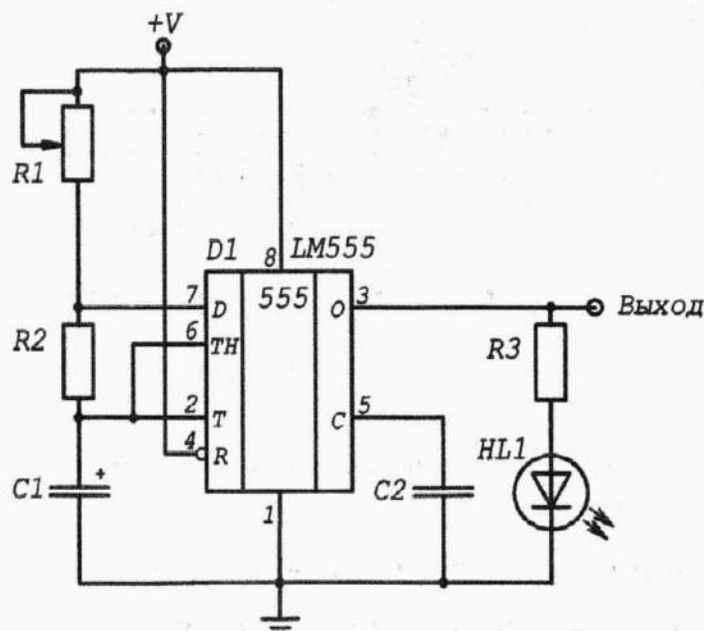
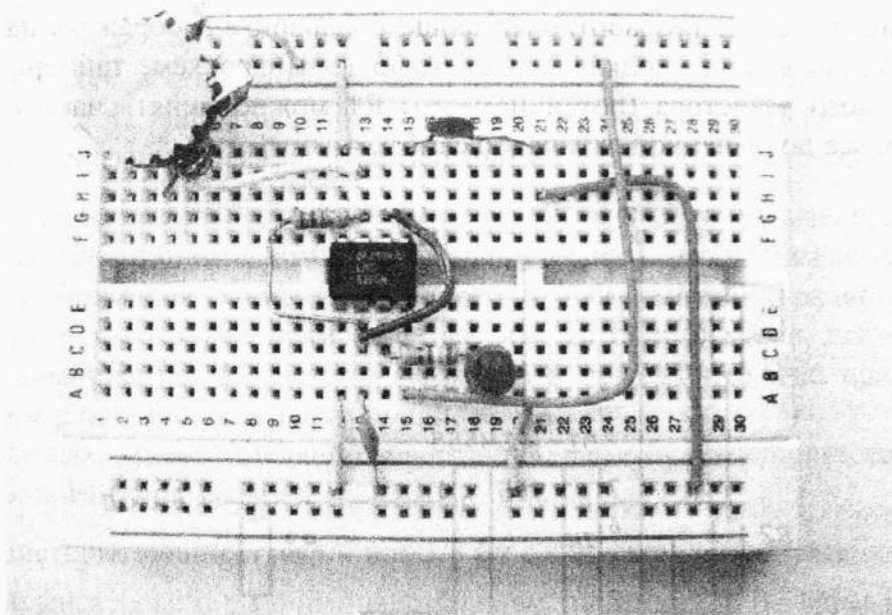

Рис. 14.1. Принципиальная схема мигающего светодиодного фонарика
Рис. 14.2. Макетная плата мигающего фонарика со всеми установленными элементами
Принципиальная схема разработки мигающего фонарика изображена на рис. 14.1. На схеме показано, как следует подключать светодиод к микросхеме таймера 555. При помощи переменного резистора (потенциометра) R1 можно менять частоту мигания от медленного вальса до бешеной латинской самбы.
Построить схему мигающего фонарика очень просто — используйте в качестве гида схему с рис. 14.1 и готовую сборку на макетной плате с рис. 14.2. Мы специально оставили побольше расстояния между компонентами, чтобы было легче ориентироваться на макетке. Да, впрочем, всегда лучше оставлять немного места про запас, вместо того, чтобы теснить радиодетали между собой, тогда любой посторонний наблюдатель сможет сам сказать, что и как делает эта схема.
3. Установите на макетную плату два резистора, R2 и R3, в соответствии с принципиальной схемой и примером расположения элементов на рис. 14.2.
Как отмечалось в главе 4, выводы интегральных микросхем нумеруются против часовой стрелки, начиная от ключа (той самой маленькой метки на корпусе). Так что если ИМС располагается на макетке так, как показано на рис. 14.2, ключ должен находиться слева, а вывод 1 — внизу сразу под ним. Выводы 2, 3 и 4 соответственно располагаются в ряд слева направо по нижнему краю микросхемы. Вывод 5 находится уже сверху справа — как раз напротив вывода 4, а выводы 6, 7 и 8 составляют верхний ряд (вывод 8 напротив вывода 1) справа налево.
4. Установите два конденсатора, C1 и C2, в соответствии с принципиальной схемой и примером расположения элементов на рис. 14.2.
Обычно эти куски проводников называют перемычками. В большинстве схем, предлагаемых в этой главе, придется сделать хотя бы пару штук. Можете свериться с макетной платой на рис. 14.2, чтобы быстро и правильно установить эти перемычки.
Источник питания +U электрической схемы удобно подключить к верхней паре рядов макетной платы, а землю — к нижней, как это было сделано на плате с рис. 14.2. Для удобства присоединения батарейки лучше разыскать где-нибудь в магазине переходник для ее контактов⁵. К концу такого переходника паяется провод, который удобно соединять с остальными цепями схемы или всовывать в контактные отверстия макетки. Помните: у переходника красный провод обозначает питание, а черный — землю.